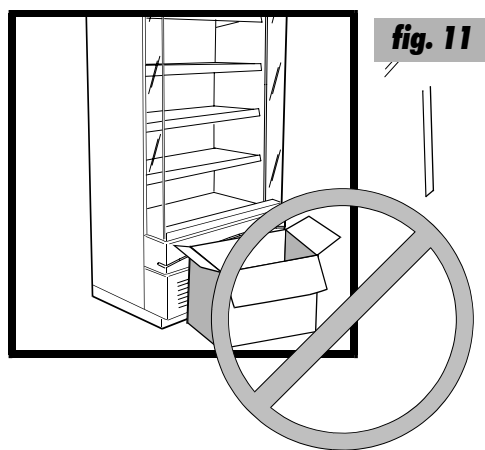

fig. 12
- Non caricare e non ostruire il tetto della versione LF (vedi fig.12 a pag. 6).